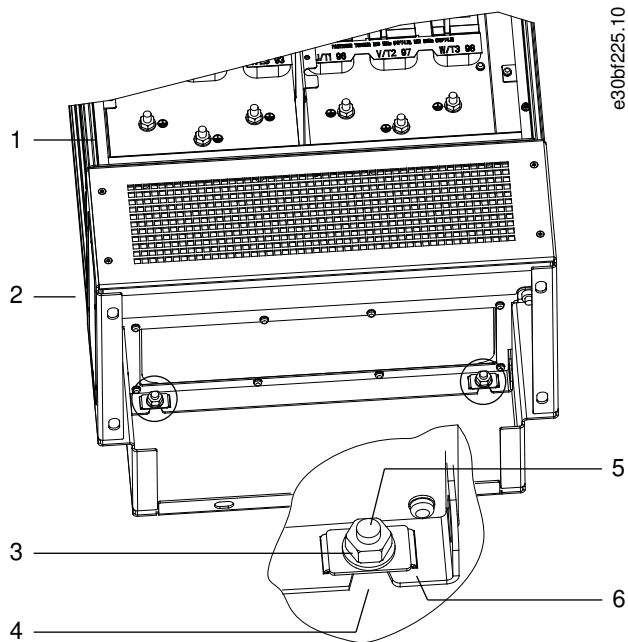

Abbildung 11: Montagepunkte für Befestigung der Gehäuserückseite am Sockel
1. Heben Sie den Frequenzumrichter an und platzieren Sie ihn auf dem Sockel. An der Rückseite des Sockels befinden sich zwei Schrauben, die in die zwei Langlöcher auf der Rückseite des Gehäuses gleiten. Positionieren Sie den Frequenzumrichter, indem Sie die Schrauben nach oben oder unten justieren. Sichern Sie ihn lose mit 2 M10-Sechskantmuttern und Haltewinkeln. Siehe Abbildung 11.